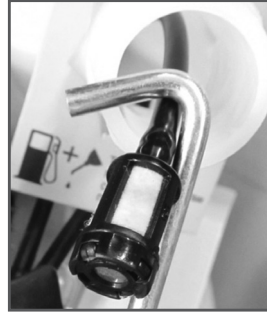

Рис. 12 Извлечение топливного фильтра
- Зацепите крючком топливный шланг с фильтром и вытяните через заливную горловину (Рис. 12).